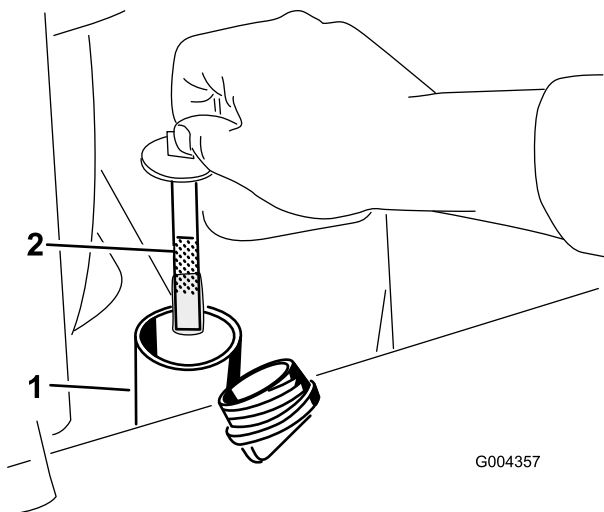

Figura 18
6. Retire el tapón del cuello de llenado y compruebe en la varilla el nivel de aceite (Figura 18).